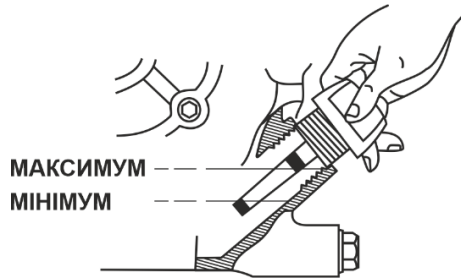

Рисунок 4. Перевірка рівня мастила в картері.
5.1.5. Перевірити рівень моторного мастила в картері двигуна за допомогою кришки-щупа, у разі необхідності долити (рис. 4).